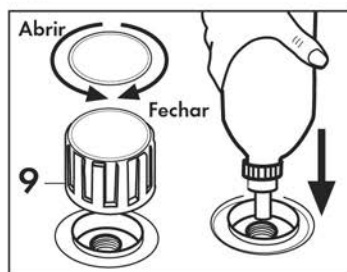

Fig. 3
Abrir manualmente a tampa de enchimento da caldeira (9) pressionando para baixo e simultaneamente rodando-a em sentido anti-horário; embocar a garrafa no furo da caldeira, esvaziar a água dentro da mesma; para fazer isto é necessário desinsérer o dispositivo de segurança pressionando a tampa da garrafa contra o furo de enchimento da caldeira. A seguir, quando a caldeira estiver cheia de água, aparafusar a tampa (9) rodando-a em sentido horário, verificando que esteja bem fechada (Fig. 3)